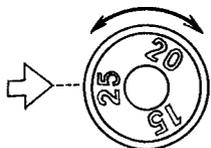

図 4
- 使用釘の長さ(15 mm, 20 mm, 25 mm)に合うセレクトタ(つまみ)の数字(15, 20, 25)をマガジン側面の矢印 ➡ に合わせてください。(図4)